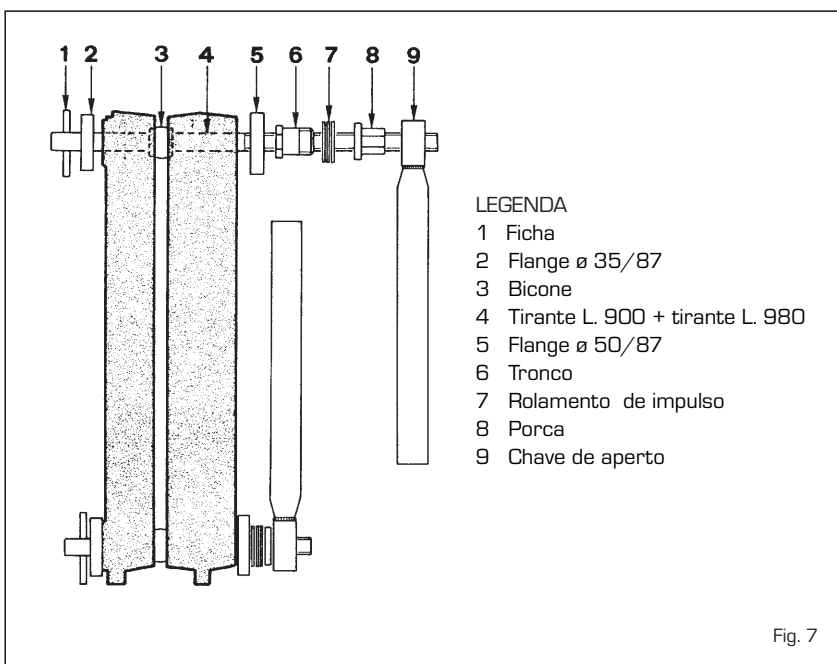

Fig. 7
- montar os elementos usando o equipamento composto por um par de tirantes de montagem com os relativos acessórios cód. 6050900 (fig. 7), exercendo a pressão simultaneamente no cubo superior e no cubo inferior. Caso durante a ope-